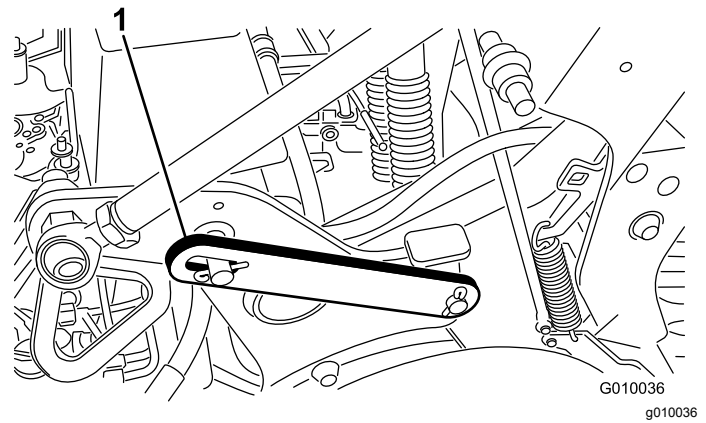

Figure 20
3. Retirez la goupille à anneau qui fixe le verrou de service en position de rangement (Figure 20).